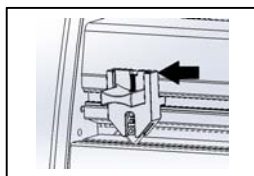

Figure 7
J. DISPOSITIF DE COUPE ARRIÈRE : (Figure 7) Sert à découper la pellicule à sa sortie, à l'arrière de la contrecolleuse.